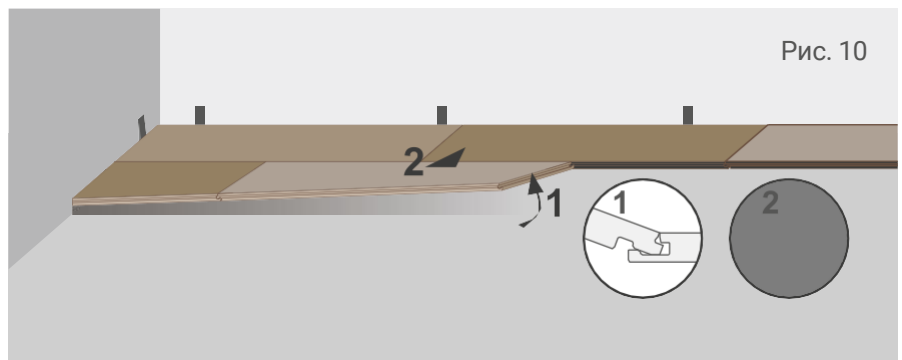

Рис. 10
8.3.1.2 Зацепления продольного замка с предыдущим рядом осуществляется с правой стороны примерно на 2/3 длины планки (см. рис. 10). Для того чтобы завершить укладку, необходимо приподнять планки второго ряда со стороны поперечного замка и легким постукиванием рукой или подбивочной планкой сдвинуть планку до полного зацепления с предыдущим рядом (см. рис. 11).